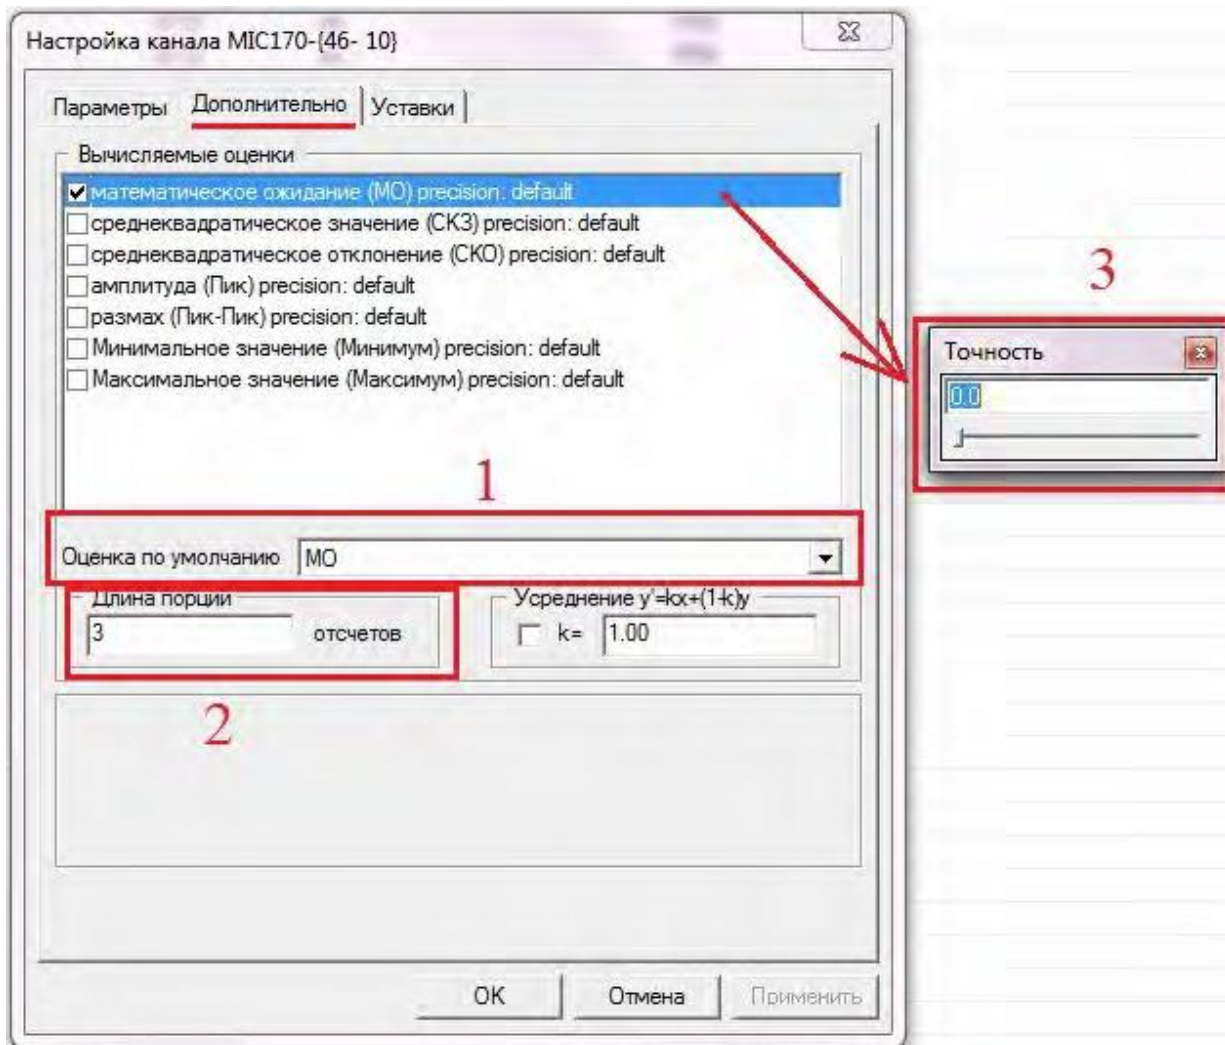

Рисунок 27 - Настройка оценки математического ожидания
2.3.2.1 Перед началом измерений необходимо выбрать тип оценки для измерительных каналов. Для этого необходимо перейти в свойства измерительного канала/каналов и открыть вкладку «Дополнительно» (рисунок 27).
В области «Оценка по умолчанию» необходимо выбрать пункт математическое ожидание «МО» (см. поз. 1, рисунок 27). Область «Длина порции» (см. поз. 2, рисунок 27) определяет количество выборок для расчета мгновенных значений измеряемой величины. Рекомендуется устанавливать длину порции, равную  $\frac{1}{2}$  от частоты опроса.